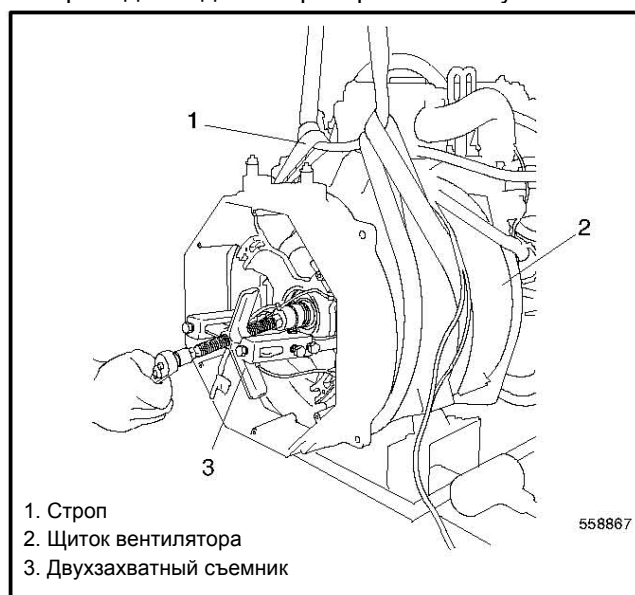

Рисунок 9-8 Снятие узла статора
25. Закрепить на корпусе статора стропы грузоподъемности адекватной массе статора. См. Рисунок 9-8.
26. С помощью двухзахватного съемника вытянуть узел крепежный кронштейн/статор из подшипника на вале ротора. См. Рисунок 9-8.